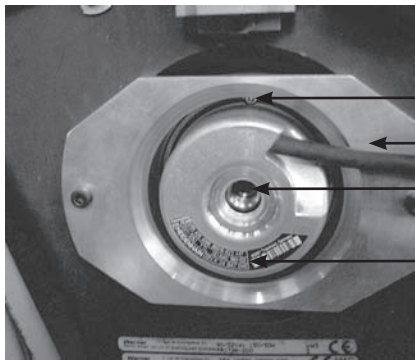

Fig. 7:
Identifique el encoder por medio de la referencia en la etiqueta (fig. 7).
**IMPORTANTE:** en el motor XAP2L no desmonte la pieza de soporte del encoder (referencia 2 fig. 7) fijada en el freno. La pieza se centra en fábrica a través de una herramienta especial con una precisión de una décima de grado.
- Desatornille (2 vueltas de llave SW2) el tornillo de fijación de la caja del encoder (referencia 1 fig. 7) en la pieza de soporte.
- Apriete el tornillo pequeño Chc M2.5 (referencia 1 fig. 7) (llave destornillador dinamométrico SW2) de la caja del encoder a un valor de par de 1,25 Nm 0/-0,2 Nm.